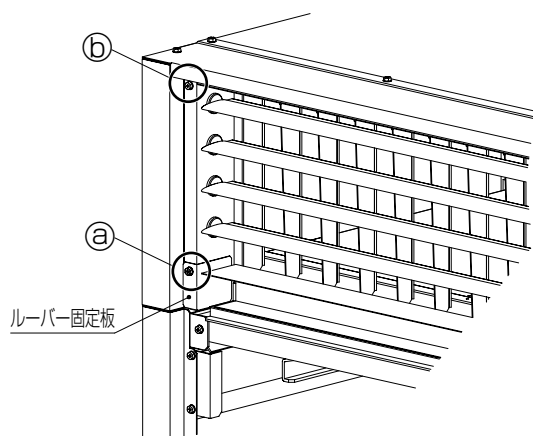

図1
- ① 前面下側にあるネジ⑥ 各1本を外し、左右のルーバー固定板を取外してください。(図1)
角度がついた状態で高圧の水を掛けるとフィンが変形します。（図1）